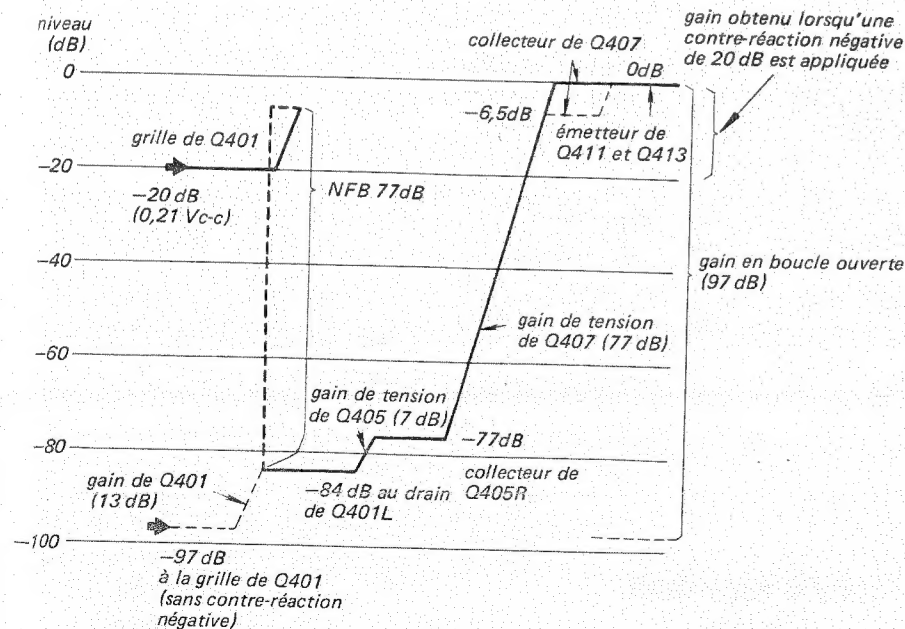

Fig. 12
- Le diagramme de niveau est montré Fig. 12.